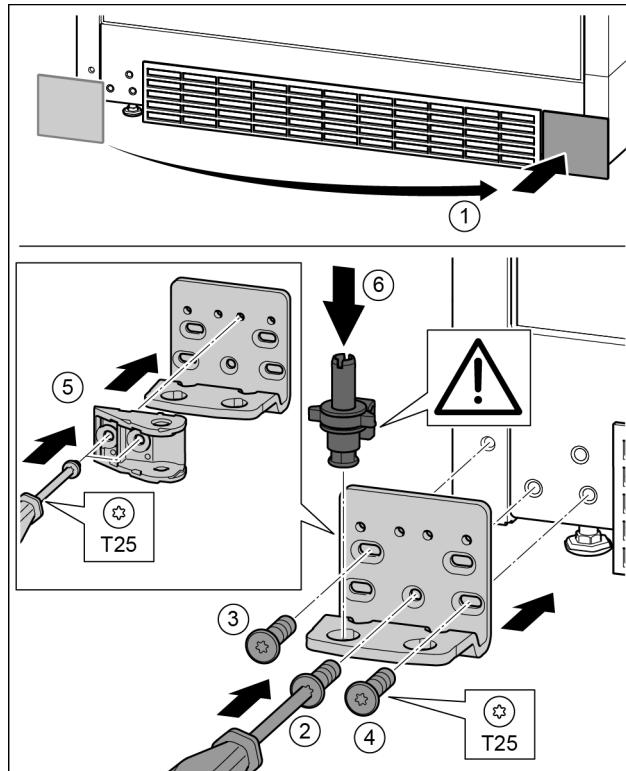

Fig. 36
- ▶ Зніміть кришку та встановіть її з іншого боку. Fig. 36 (1)
- ▶ Встановіть опорний кронштейн з іншого боку і закріпіть гвинтами за допомогою викрутки T25. Почніть із гвинта 2 знизу посередині. Fig. 36 (2)
- ▶ Закрутіть гвинти 3 та 4. Fig. 36 (3, 4)
- ▶ Поверніть з'єднувальний елемент демпфера на 180°. Пригиніть з іншого боку опорного кронштейна за допомогою викрутки T25. Fig. 36 (5)
- ▶ Вставте цілком опорний гвинт. При цьому виступ фікатора повинен бути спрямований назад. Fig. 36 (6)